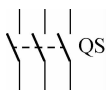

图 1-8 不带熔断器式刀开关的符号
① 不带熔断器式刀开关。不带熔断器式刀开关的作用是不频繁地手动接通、断开电路和隔离电源,其符号如图 1-8 所示。